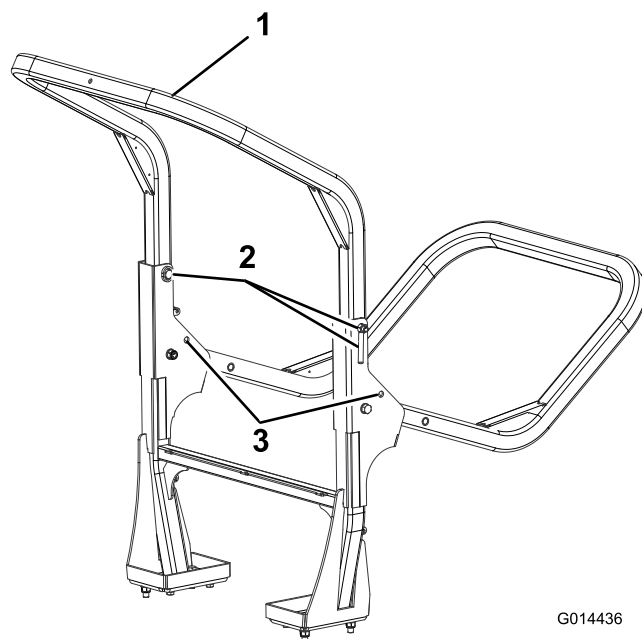

Figure 33
- Soutenez le poids du cadre supérieur pendant que vous enlevez les écrous moletés, les rondelles et les boulons de fixation des supports de pivot (Figure 33).